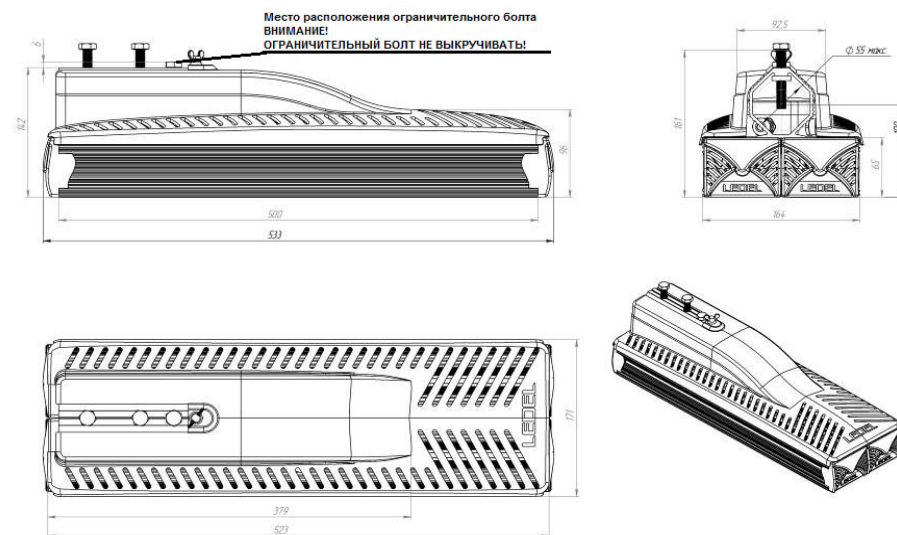

Рисунок 1 Габаритные размеры светильника «L-street 48»
1. Ослабить фиксирующие болты (кроме ограничительного болта, см. рис. 1);